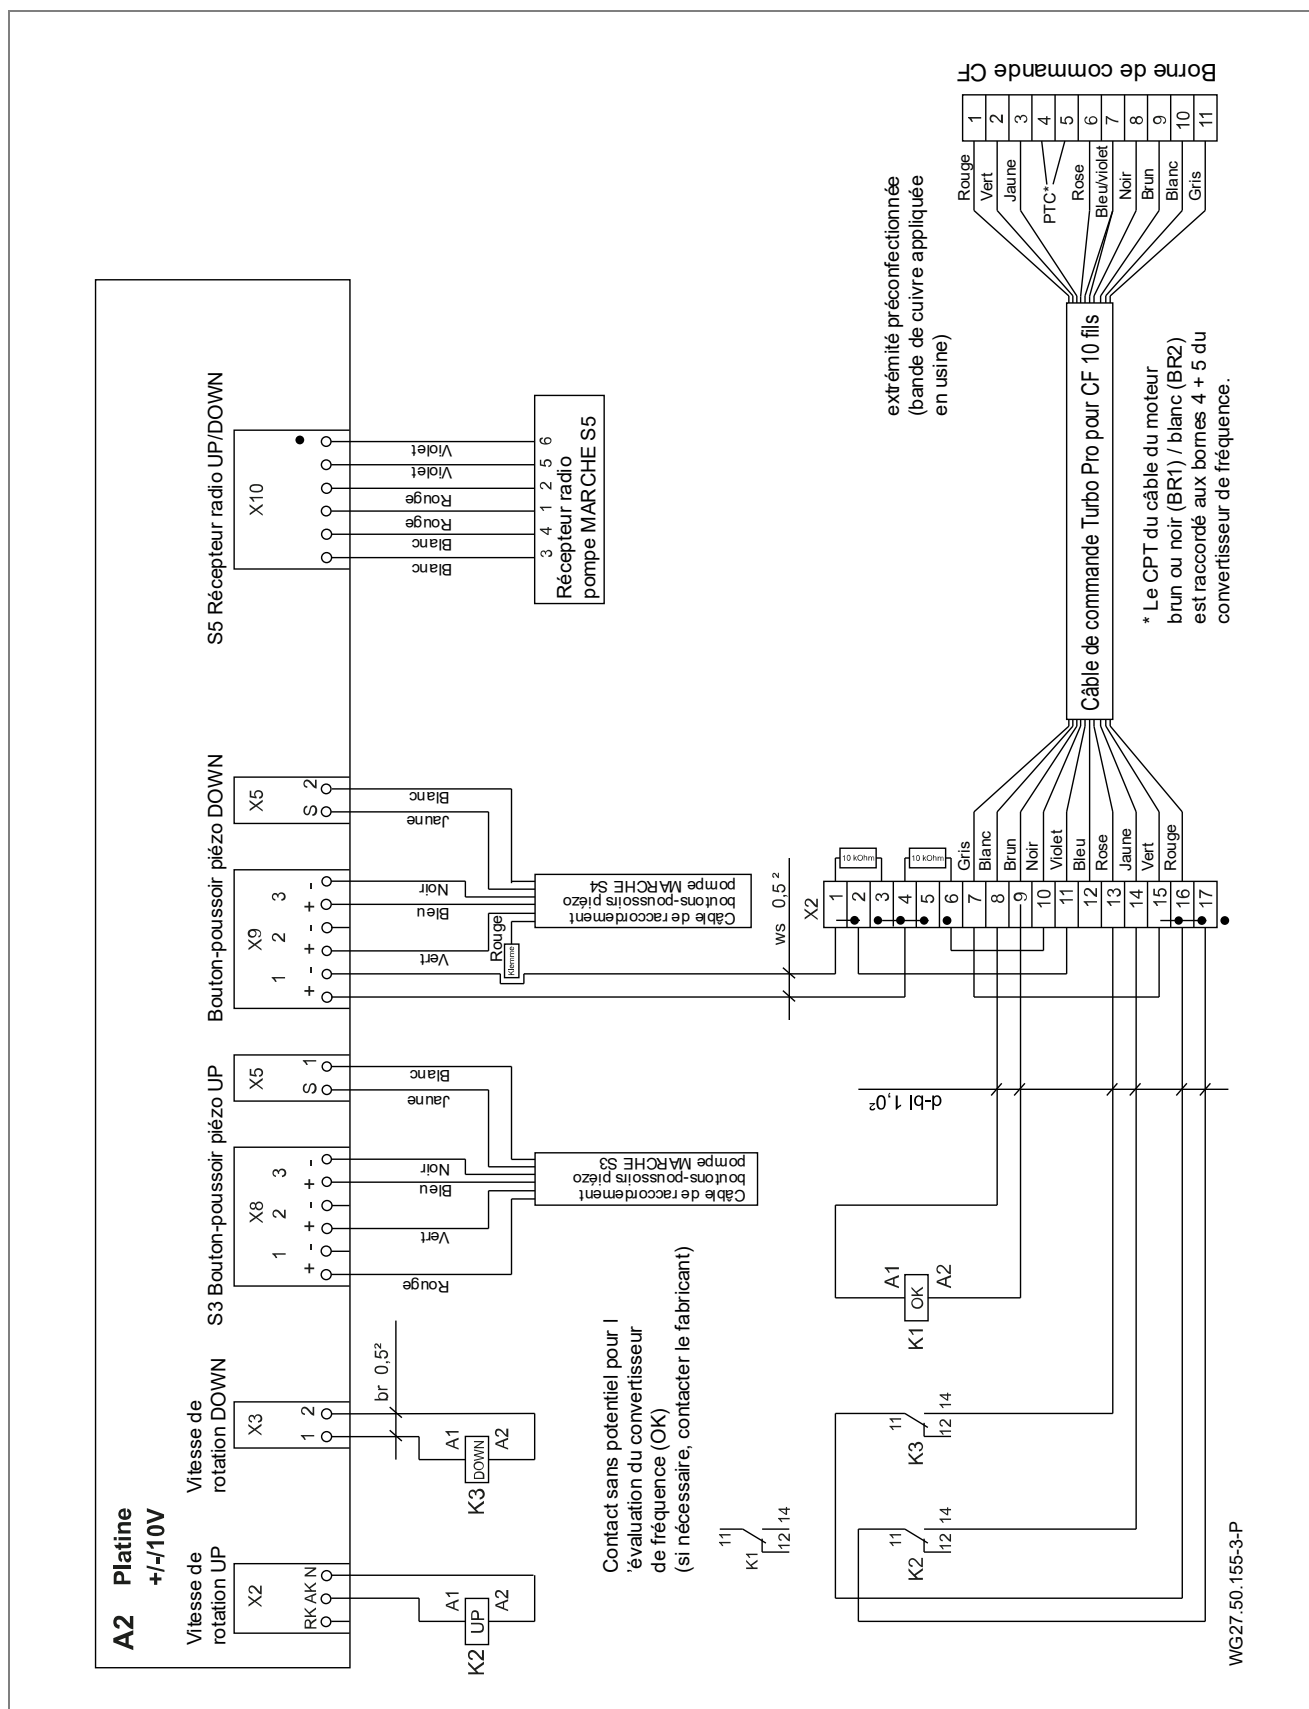

Fig. 20
14. Les fils pour la résistance CPT (brun ou noir (BR1) / blanc (BR2)) doivent être câblés conformément au schéma de connexions. Voir "Fig. 20", page 26.